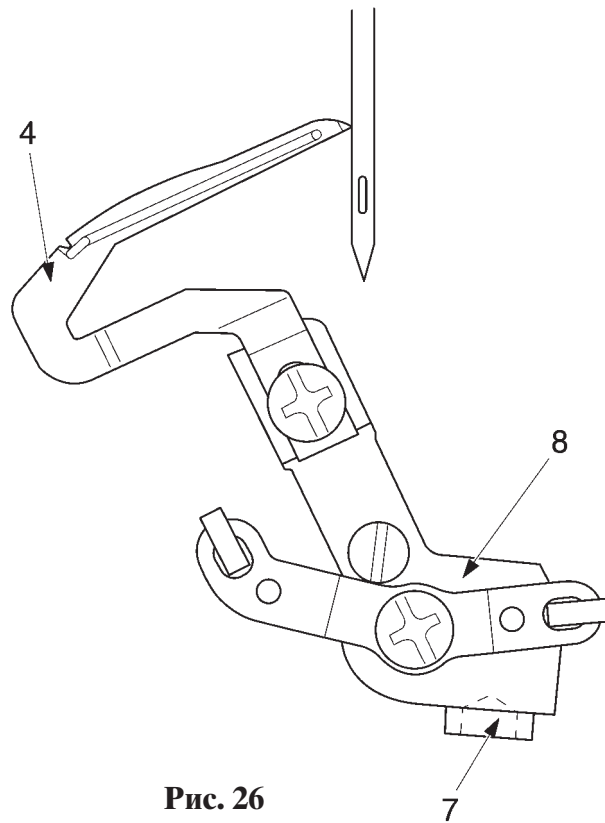

Рис. 26
- Ослабьте винт 7 рычага петлителя 8 (рис. 26).